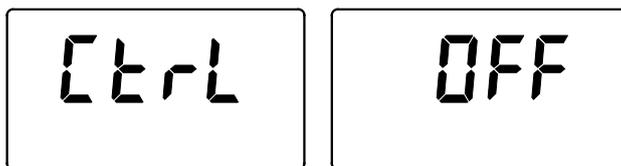

Рис. 22
1. По завершении предыдущего шага контроллер должен переключиться на установку продолжительности цикла аспирации (см. рис.22). В противном случае, нажмите и удерживайте 3 секунды кнопку выбора SELECT, пока на дисплее не появится «000- -». Затем дважды нажмите кнопку выбора SELECT снова, чтобы перейти к программированию продолжительности аспирации.